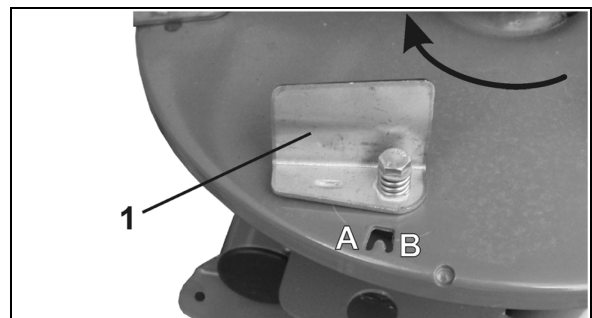
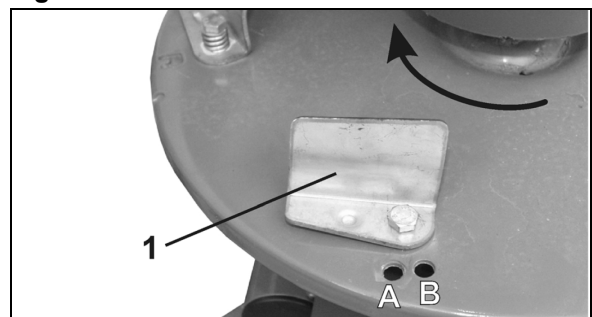

Fig. 13
Fig. 14
De strooischoepen kunnen in twee standen worden ingesteld (Fig. 13, Fig. 14).
- Drie strooischoepen met drukveer voor handmatige verstelling (Fig. 13/1).
- Drie strooischoepen te verstellen door de boutverbinding los te draaien (Fig. 14/1).